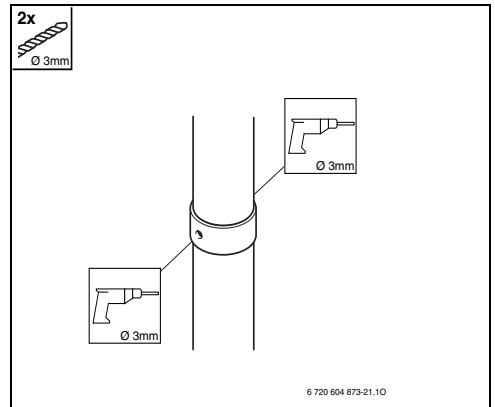

Fig. 35
- ▶ Abrir dos orificios de Ø 3 mm, en el tubo del aire de combustión. Profundidad máxima del orificio Ø 8 mm! En ningún caso podrá el tubo de gases de combustión ser dañado (Fig. 35).